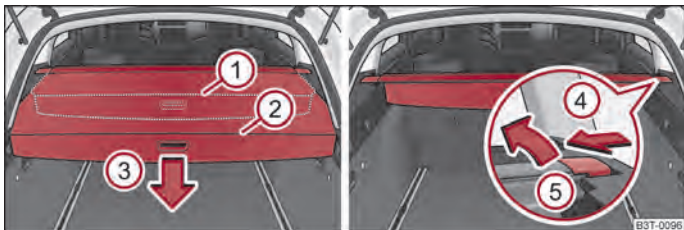

Abb. 73 Gepäckraum: aufrollbare Gepäckraumabdeckung / aufrollbare Gepäckraumabdeckung ausbauen
- Ziehen Sie die aufrollbare Gepäckraumabdeckung bis zum Anschlag in die gesicherte Stellung (2) ⇒ Abb. 73.
- Drücken Sie die Abdeckung im Griffbereich in Pfeilrichtung (3) ⇒ Abb. 73, die Abdeckung rollt sich automatisch in die Stellung (1) auf. Durch erneutes Drücken wird die Abdeckung vollständig aufgerollt.
- Zur Beförderung von sperrigem Gepäck können Sie die vollständig aufgerollte Gepäckraumabdeckung ausbauen, indem Sie auf der Seite der Querstange in Richtung des Pfeils (4) drücken ⇒ Abb. 73 und diese mit einer Bewegung in Richtung des Pfeils (5) herausnehmen.
- Öffnen Sie die Gepäckraumklappe. Die aufrollbare Gepäckraumabdeckung rollt sich automatisch in die Stellung (1) auf ⇒ Abb. 73.
- Durch Drücken der Abdeckung im Griffbereich in Pfeilrichtung (3) rollt sich die Abdeckung vollständig auf.